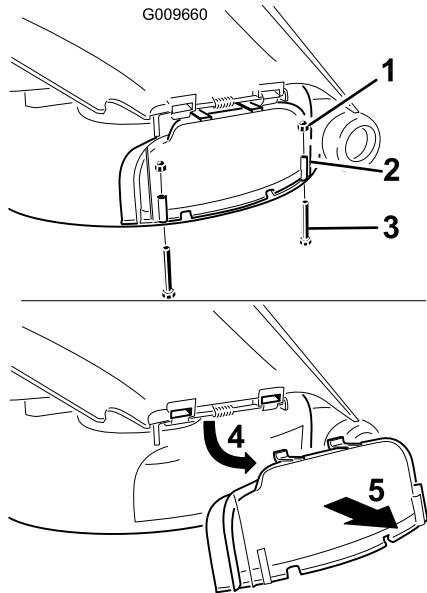

Figura 26
3. Remova os 2 parafusos e porcas que fixam a cobertura de descarga ao cortador (Figura 26).